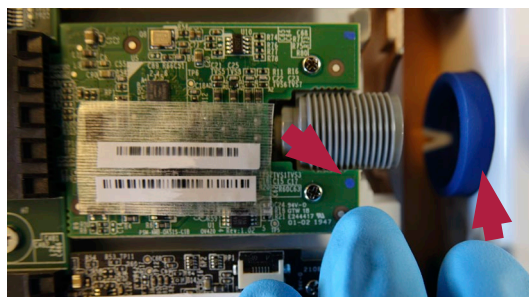

Abbildung 19 Die Farbmarkierung auf der VDI-Karte muss mit dem Farbring übereinstimmen
j) Stellen Sie sicher, dass der Farbring auf der rückseitigen Verkleidung dieselbe Farbe hat wie die Anzeige auf der VDI-Karte (Abbildung 19)
Beim erneuten Anbringen der rückseitigen Verkleidung ist darauf zu achten, dass die farbigen Punkte auf den VDI-Karten (Abbildung 19) mit den Farben der Farbringe, an denen sie angebracht werden, übereinstimmen.